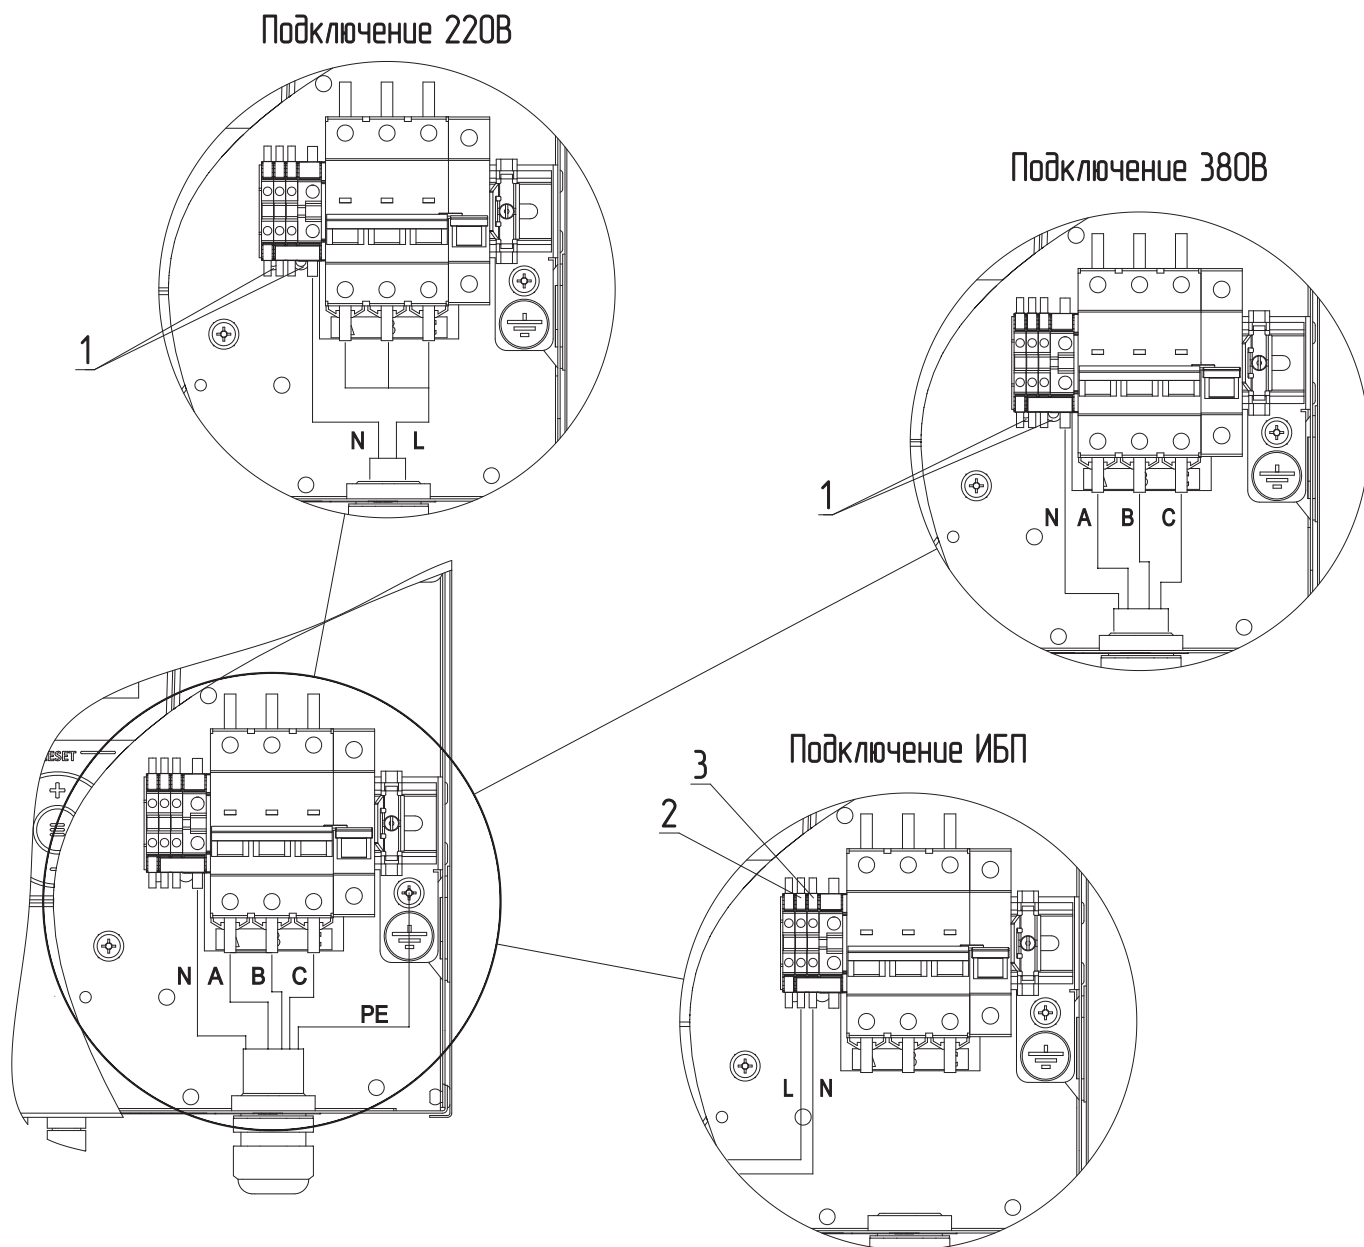

Рис.4 Схема подключения электрического котла ZOTA LUX-X 4,5-48 кВт
- извлечь перемычки (**Рис.4, 5, поз.1**);
- подключить провода фазы «L» к колодке (**Рис.4, 5, поз.2**);
- подключить провода нейтрали «N» к колодке (**Рис.4, 5, поз.3**).